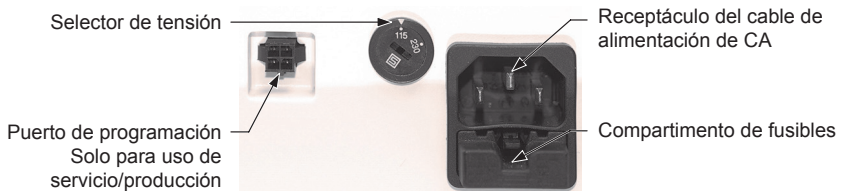

Fig. 2 - Parte posterior del dispositivo
1. Desembale la consola y compruebe que el selector de tensión está configurado en la tensión correcta. Use la posición 115 V para tensiones de 110-120 V 60 Hz y la posición 230 V para tensiones de 220-250 V 50 Hz. Desconecte siempre la unidad antes de cambiar un fusible o ajustar el selector de tensión. Para modificar la tensión use un destornillador plano para girar el selector de tensión situado en la parte posterior de la consola hasta el ajuste de tensión correspondiente. Para modificar la tensión sustituya el fusible para que se corresponda con la tensión (Consulte "ESPECIFICACIONES", página 36). Sustitúyalo por un fusible lento de 0,3 A y 230/250 V (0,6 A para 115 V). Para efectuar la sustitución presione en el clip de plástico negro del fusible, tire y reemplace por el fusible correcto. Consulte Fig. 2.